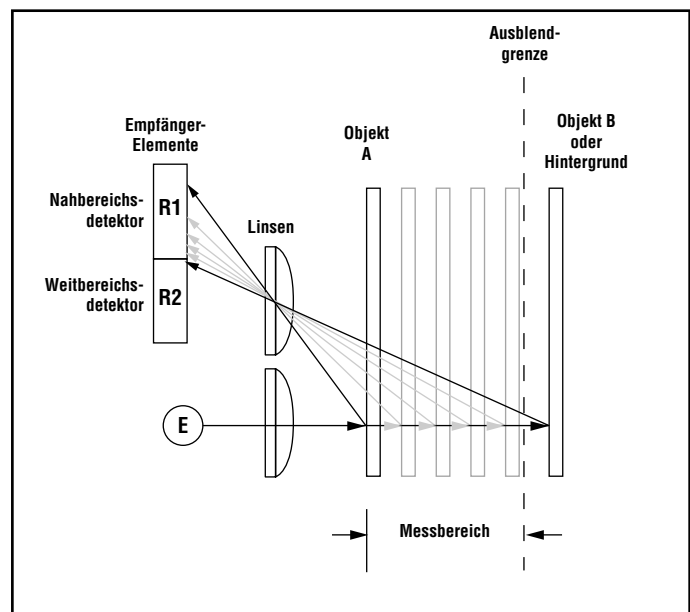

Abb. 2. Funktionsprinzip der einstellbaren Hintergrundausbldung
Während des Betriebs vergleicht der Q60AFV die Reflexionen des von ihm ausgesendeten Lichtstrahls (E), die von einem Objekt zu den zwei unterschiedlich ausgerichteten Detektoren R1 und R2 des Sensors zurückgeworfen werden (siehe Abb. 2). Wenn das auf den Nahbereichsdetektor (R1) auftreffende Lichtsignal stärker ist als das auf den Weitbereichsdetektor (R2) auftreffende Lichtsignal (siehe Objekt A, vor der Ausblendgrenze), spricht der Sensor auf das Objekt an. Wenn das auf den Weitbereichsdetektor (R2) auftreffende Lichtsignal stärker ist als das auf den Nahbereichsdetektor (R1) auftreffende Lichtsignal (siehe Objekt B, hinter der Ausblendgrenze), ignoriert der Sensor dieses Objekt.